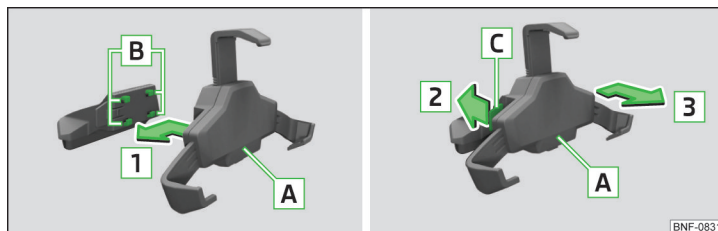

Fig. 77 Inserimento del supporto nell'adattatore / rimozione del supporto dall'adattatore
- » Per il **fissaggio del supporto all'adattatore** inserire il supporto **A** negli alloggiamenti **B** in direzione della freccia **1**, finché non si innesta udibilmente » fig. 77.